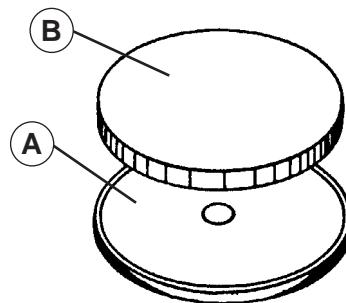

ABB. 4
- **FILZTRÄGERPLATTE (SIEHE ABB. 4):**
- Die Auflagefläche der Platte (A) reinigen.
- Die Filzscheibe (B) mit Kontaktkleber bestreichen.